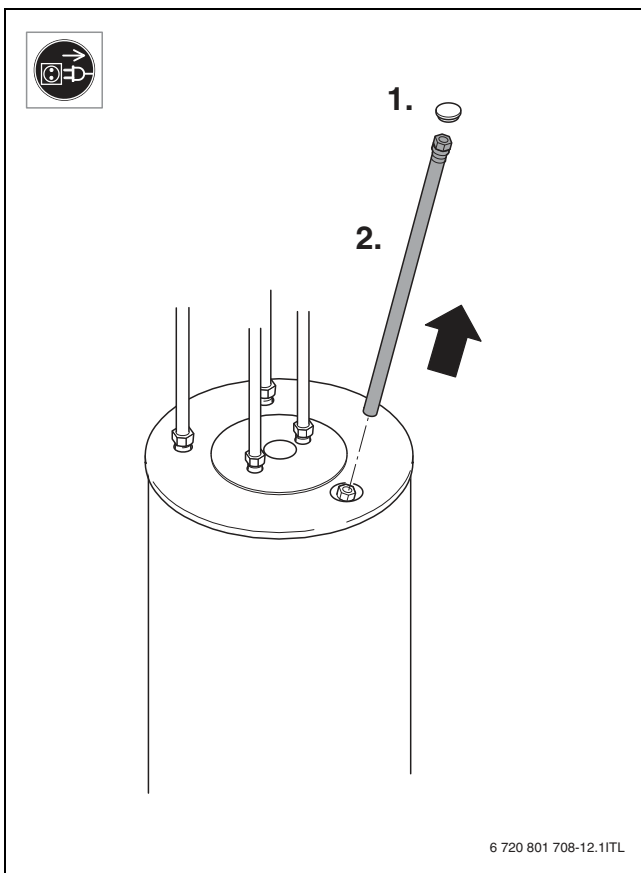

Fig. 17
- ▶ Демонтируйте и проверьте магний анод (→ рис. 17 и 18, стр. 56).